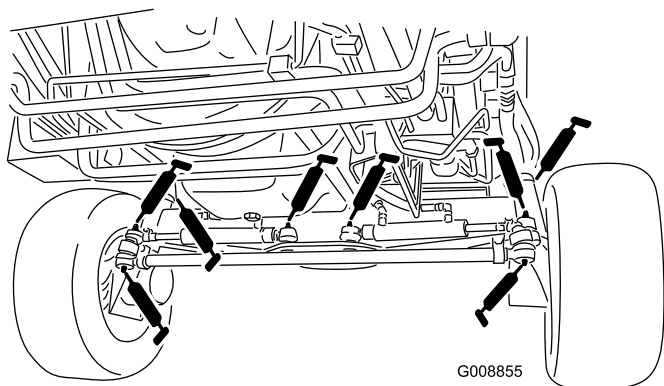

Рисунок 50
- Шаровые опоры гидроцилиндра рулевого управления (4 шт.) (Рисунок 50)
- Шаровые опоры стяжной тяги (2 шт.) (Рисунок 50)
- Втулки поворотного шкворня (2 шт.) (Рисунок 50)